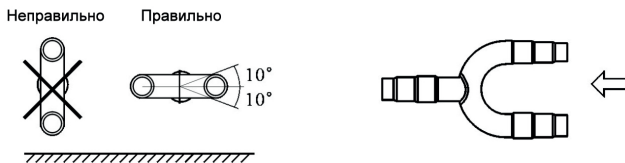

Рисунок 9.6.6
9.6.3.3 Разветвители должны располагаться горизонтально с угловой погрешностью не более 10°. Неправильный монтаж, как показано на рис. 9.6.6, может привести к нарушениям работы системы.